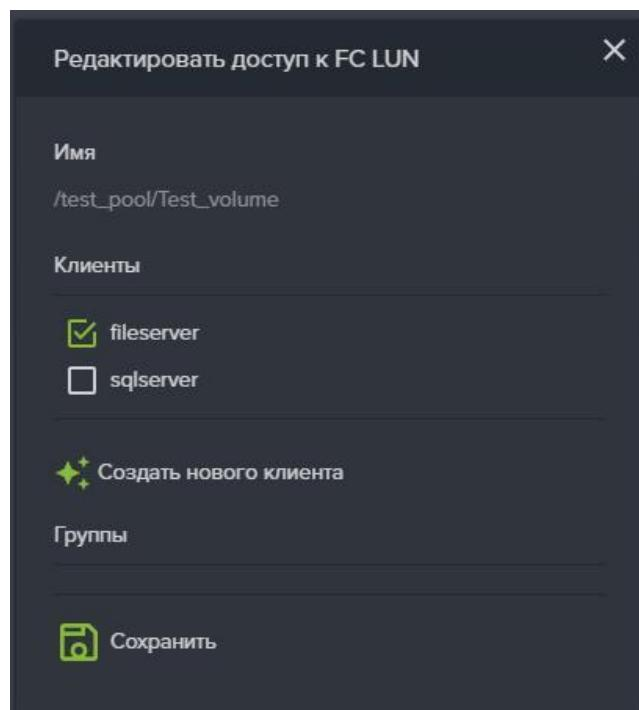

Рисунок 49. Редактирование доступа к луну Fibre Channel
3. Нажмите на кнопку «Редактировать доступ», откроется одноименное окно (см. Рисунок 49);
3. Нажмите на кнопку «**Редактировать доступ**», откроется одноименное окно (см. Рисунок 49);